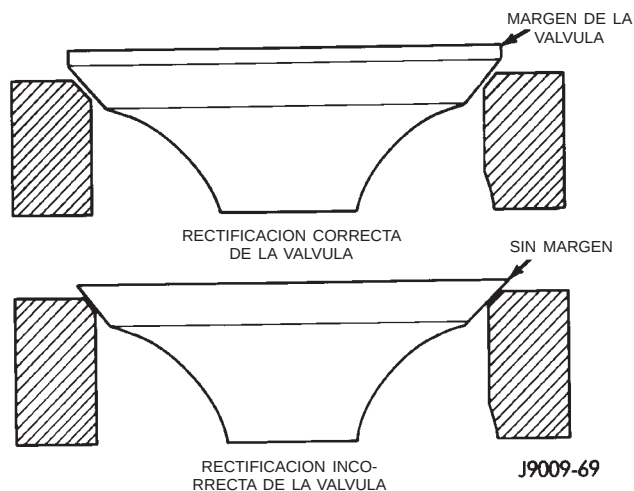

Fig. 61 Margen de rectificación de la válvula
(1) Con una rectificadora, rectifique el ángulo de las válvulas de admisión y escape según las especificaciones.
(2) Después de la rectificación, debe quedar un margen mínimo de 0,787 mm (0,031 pulg.) (Fig. 61). Si el margen es inferior a 0,787 mm (0,031 pulg.), la válvula debe reemplazarse.